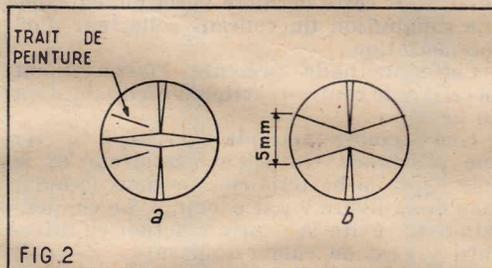

FIG. 2
Le commutateur (1) étant dans la position 1 le condensateur C à vérifier se charge sous 250 V. Dans la position 2, C se décharge à travers R. La grille étant polarisée négativement, l'œil magique va de la position la plus resserrée (fig. 2) (a) (tube bloqué), à la position la plus écartée (fig. 2)